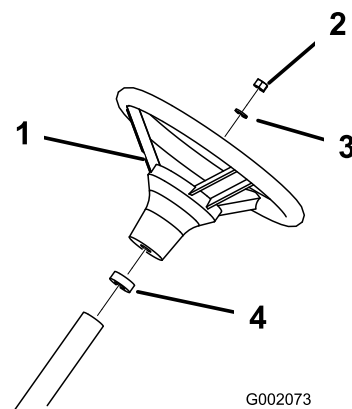

Figura 4
3. Fije el volante a la columna con la tuerca (Figura 4). Apriete la tuerca a 24-29 N-m.